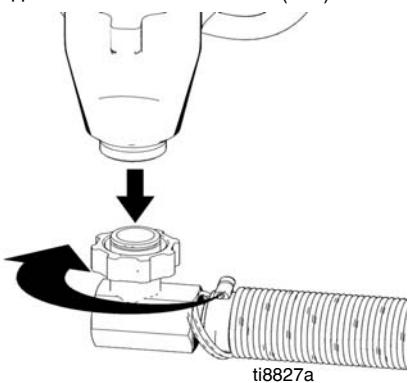

Рис. 13
3. (Рис. 13) Отсоедините шланг всасывания (114).